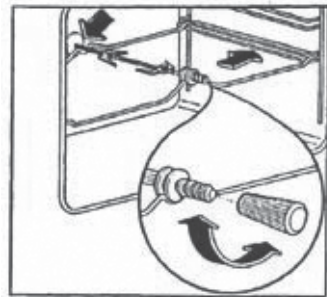

Рис. 5.
- после завершения готовки привинтите ручку вертела и выньте его из духовки, (рис. 5).